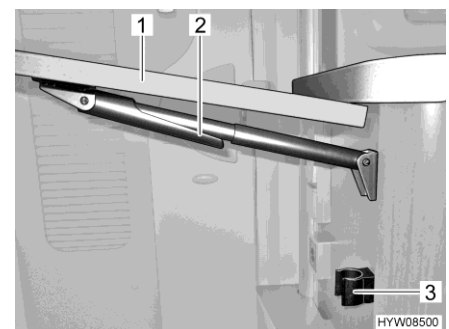

Bild 58 Thekenklapptisch wegklappen
- Thekenklapptisch (Bild 58,1) außen greifen und leicht anheben. Mit der anderen Hand die Fixierung (Bild 58,2) an der Teleskophalterung nach unten schwenken.
- Tischplatte nach unten schwenken, bis die Teleskophalterung in der Halterung (Bild 58,3) einrastet.